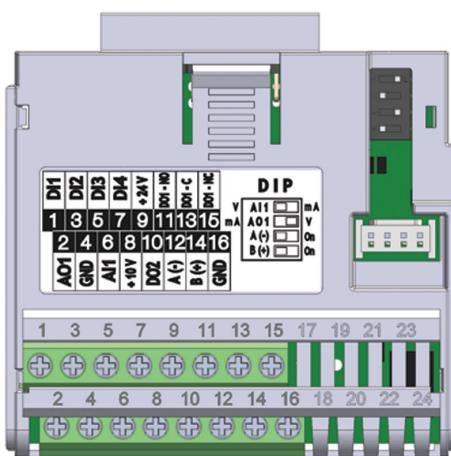

Figura 17.1: Módulo Plug-In CFW500-IOS
O módulo plug-in CFW500-IOS possui somente a interface Serial (1) através da porta RS485 nos bornes 12(A-) e 14(B+), veja figura 17.1.